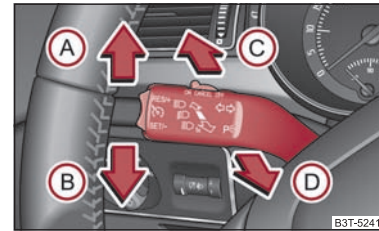

Fig. 53 Maneta pentru luminile de semnalizare și faza lungă
- Apăsați maneta în sus , respectiv în jos ⇒ fig. 53 .